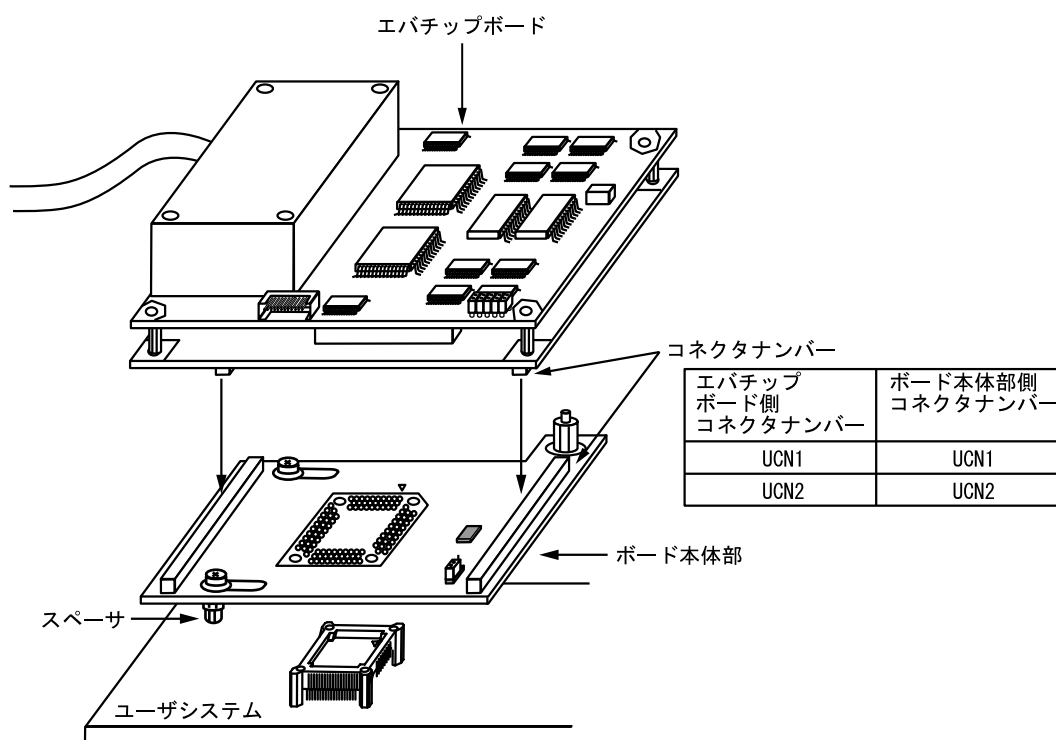

図4 エバチップボードへの接続
- (1) ユーザシステムおよびエミュレータの電源が切れていることを確認してください。
- (2) ボード本体部とエバチップボードのコネクタをコネクタナンバーに合わせて接続します（図4参照）。
- (3) ボード本体部に付属しているスペーサをユーザシステムの状態に合わせて、高さを調整してください。